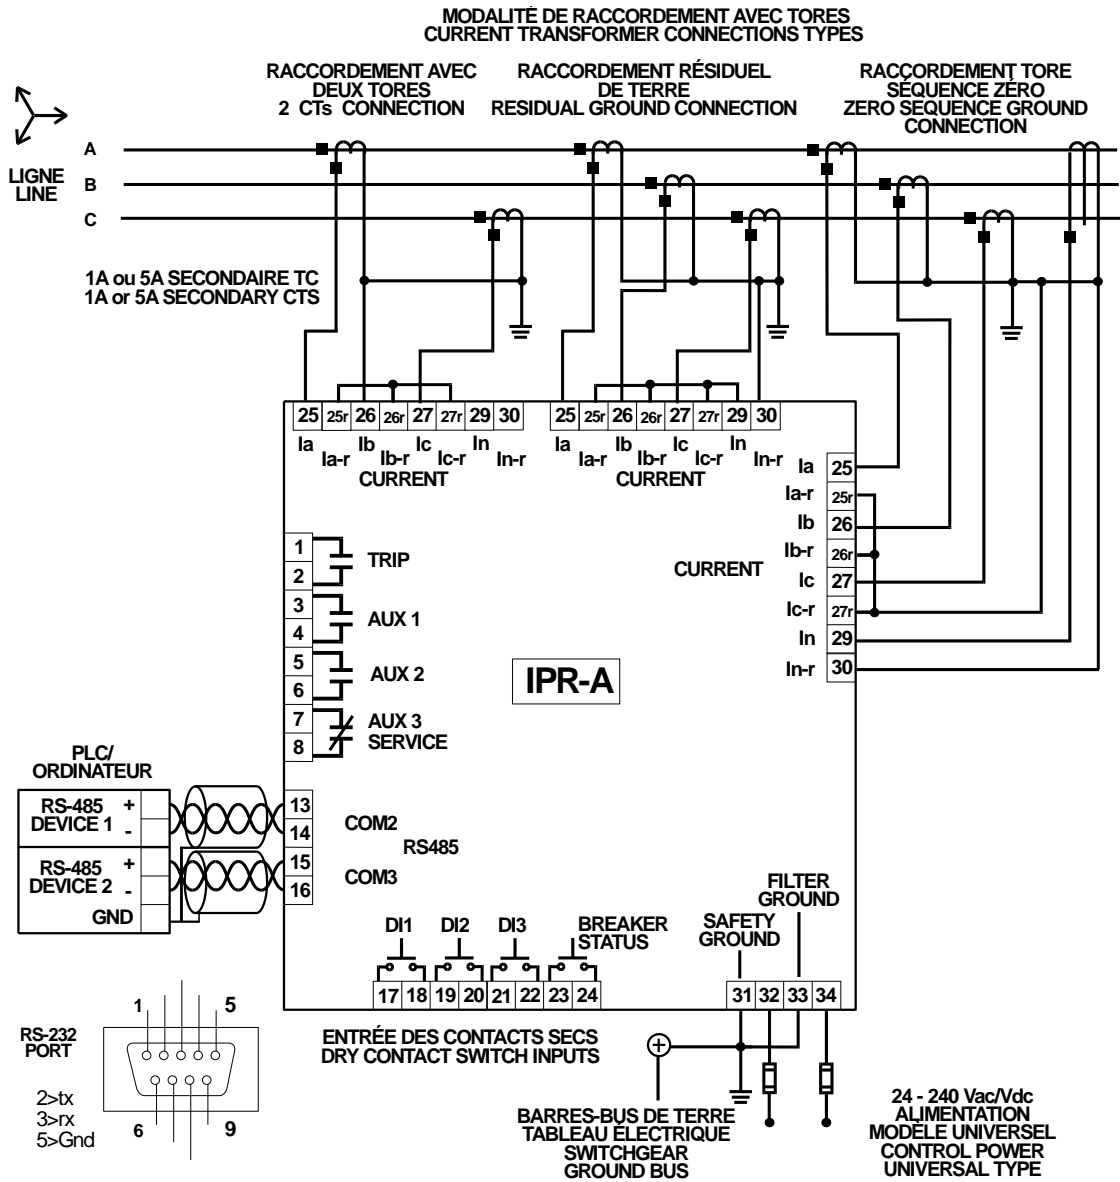

Figure 2.3 – Schéma de raccordement
- En Figure 2.3 les contacts des relais sont représentés en conditions de manque d'alimentation.
Les 3 ou 4 transformateurs qui fournissent un courant proportionnel à celui de phase ou de terre doivent être raccordés aux bornes depuis n. **25** à n. **30** [→ Fig. 2.3].
Normalement le relais IPR-A utilise le "RACCORDEMENT RÉSIDUEL DE TERRE" [→ Fig. 2.3] pour détecter le courant de terre.
Il est important de respecter la polarité correcte lors du raccordement des TC au relais. La borne marquée (généralement avec S1) du secondaire du TC doit être raccordée à la borne du relais indiquée avec **la** ou **lb** ou **lc**. Tous les TC doivent être orientés de la même manière et les points indiquant les sens magnétiques doivent être raccordés comme illustré à la Figure 2.3.
Mettre à terre le blindage dans un seul point [→ Fig. 2.3] pour éviter des retours à la terre.